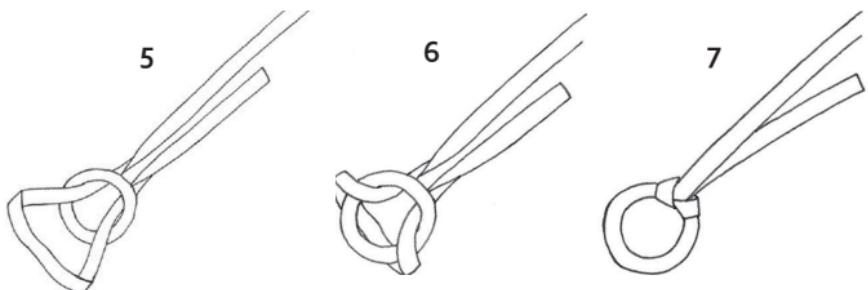

Fig. 12
- Fissare il secondo anello Express con un nodo strozzato nel continuo nastro rimanente dalla carrucola come mostrato sotto in Fig. 12, 5–7.